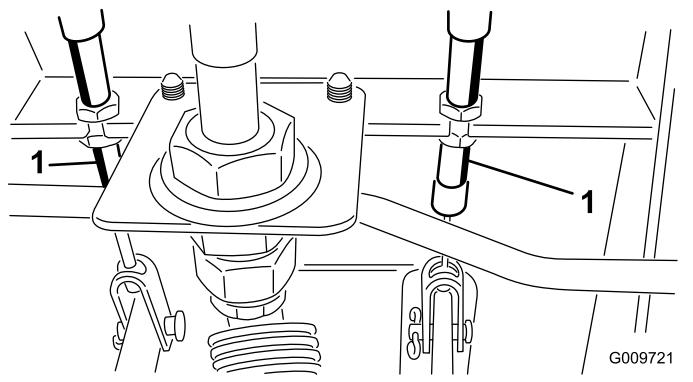

Figure 58
- A. Desserrez l'écrou avant sur l'extrémité filetée du câble de frein (Figure 58).